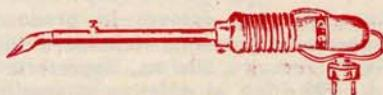

Fig. 5.
- saldatore elettrico (fig. 5);
Considerato come non sia facile accertare visivamente l'avvenuta accensione dei filamenti in una valvola alimentata a corrente continua, effettueremo il controllo di continuità a mezzo ohmmetro (fig. 5).
Fig. 5. — Per controllare il filamento di una valvola, necessita anzitutto stabilire quali siano i piedini corrispondenti al filamento, il che sarà possibile ricavare dalla consultazione di uno zoccolario.